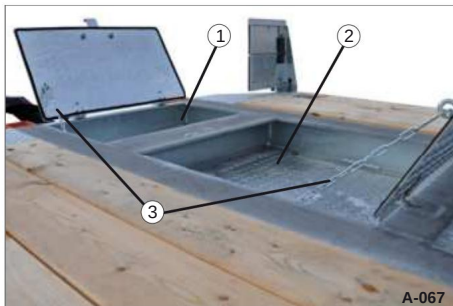

Bild 66 Förvaringslåda, dubbelöppnade
- Gränskedjan (bild 66/3) håller locket i öppet läge.
- Se till att gränskedjan (bild 66/3) inte befinner sig i glidkanten.